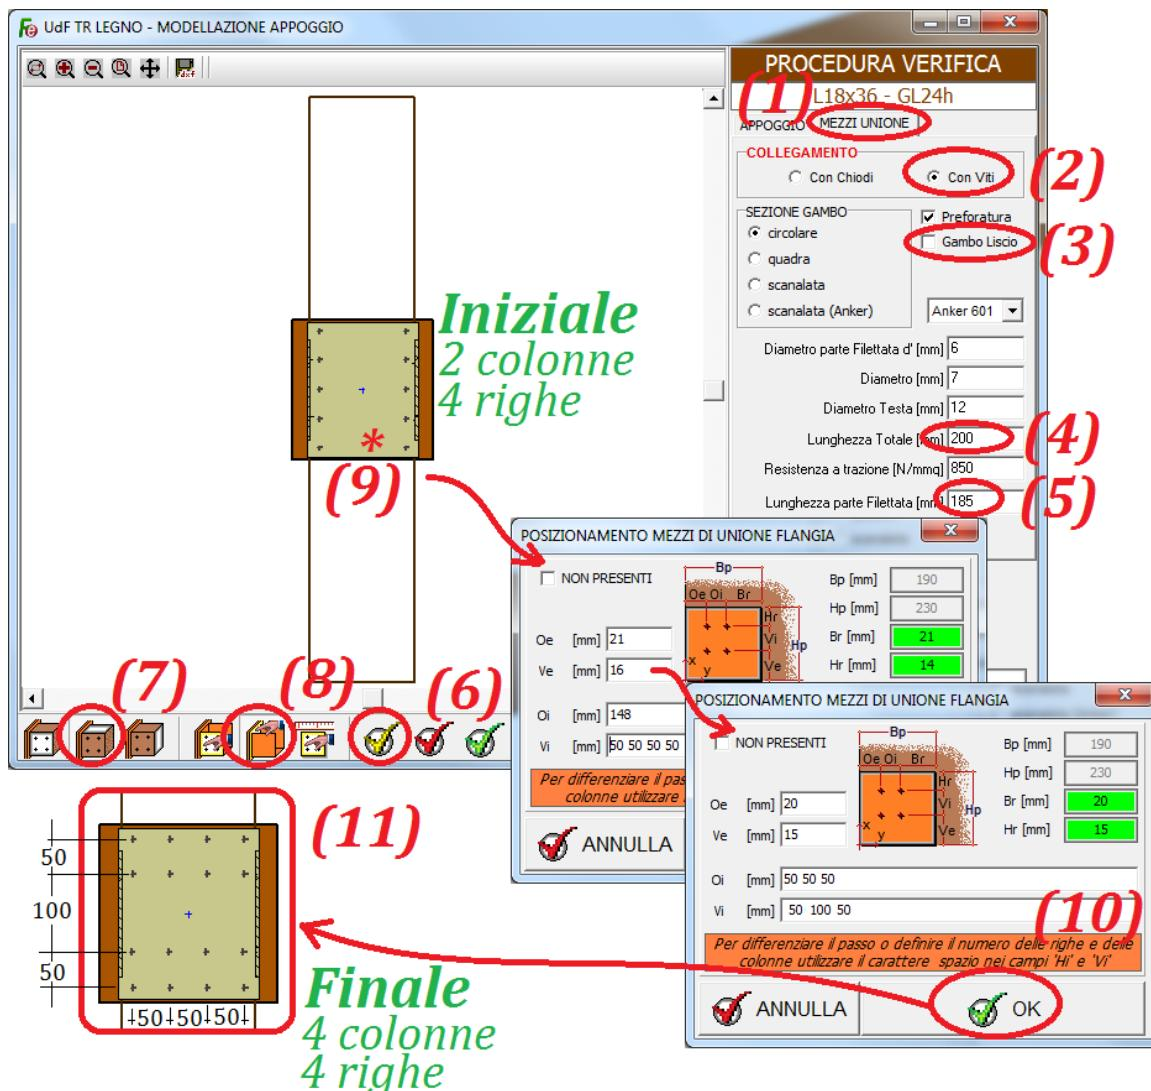

Figura 67
Con riferimento alla figura 67 attivare, a questo punto, la scheda “*Mezzi Unione*” (1).